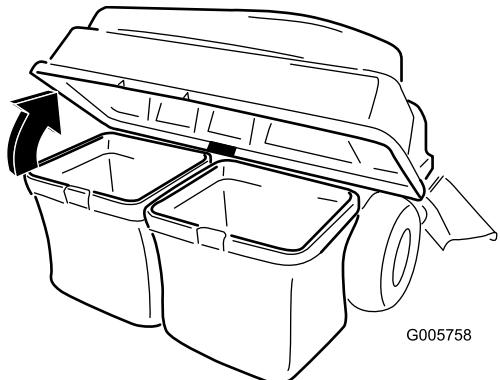

Figure 26
- Ouvrez (soulevez) le couvercle du système de ramassage (Figure 26).